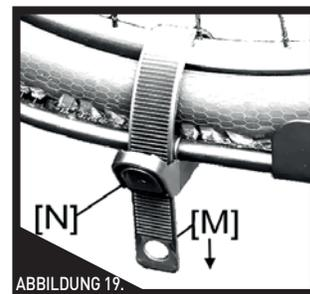

ABBILDUNG 19.
1. Lösen Sie die Gurte der Reifenaufnahme [Abb. 19], indem Sie am Laschenende [A] ziehen, während Sie auf die Lasche [B] drücken. Ziehen Sie den Gurt hinter das Hinterrad. Durch Ziehen am Gurt wird die Schnalle gelöst.